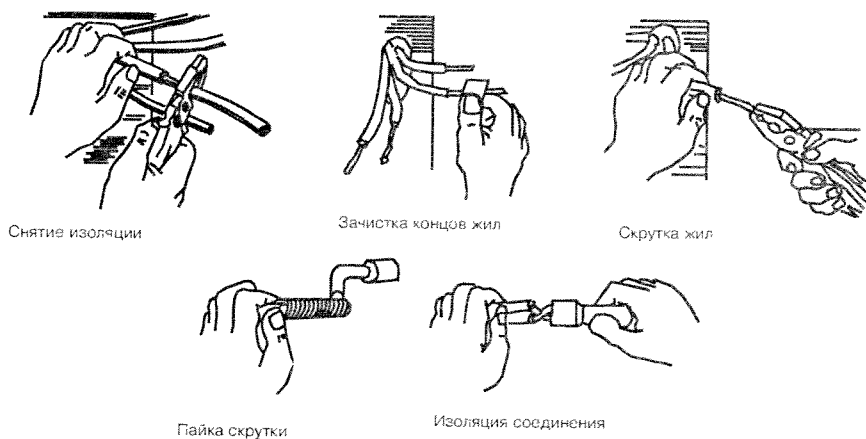

Рис. 25.8. Соединение и ответвление медных жил в коробках
2. Снимите изоляцию клещами или монтерским ножом на расстоянии 25...30 мм (рис. 25.8).